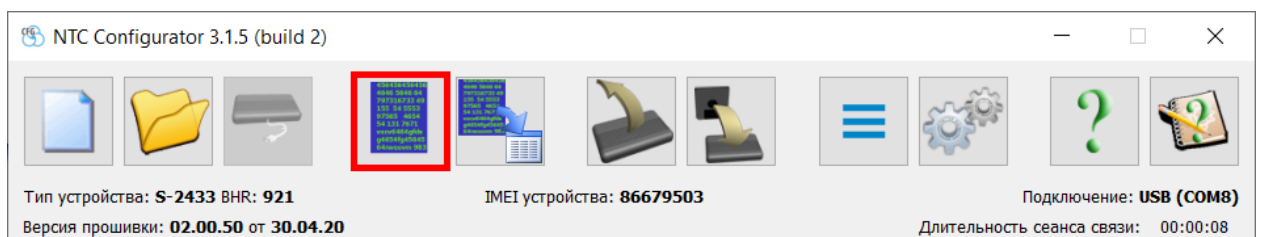

Рисунок 5
*Вариант №1.* В главном окне конфигуратора NTC Configurator 3.X (рисунок 5) нажимаем кнопку «Телеметрия».